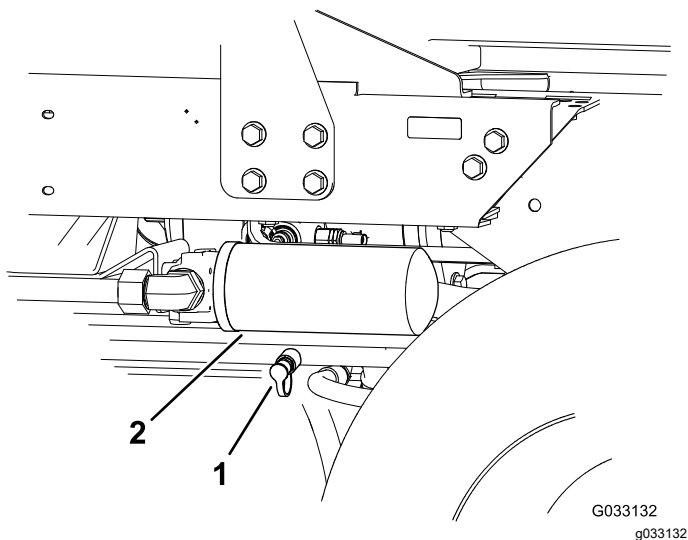

Рисунок 44
2. Подсоедините гидравлический шланг между диагностическими штуцерами, установленными в задний тяговый коллектор и в контрольное отверстие давления обратной тяги (Рисунок 44).